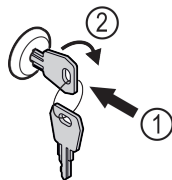

Fig. 172
- ▶ Sätt in nyckeln Fig. 172 (1).
- ▶ Vrid nyckeln 90° medurs Fig. 172 (2).